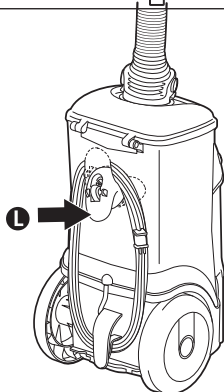

FIG. 7
- Step 5:** Rotate swivel cord hook **L** on bottom of canister to release cord (Fig. 7).
- Step 3:** Rotate swivel cord hook **L** on bottom of canister to release cord (Fig. 7).
Étape 5 : Faites tourner le crochet de cordon **L** situé sur la partie inférieure du traîneau pour libérer le cordon (Fig. 7).
Étape 3 : Faites tourner le crochet de cordon **L** situé sur la partie inférieure du traîneau pour libérer le cordon (Fig. 7).
Paso 5: Gire el gancho oscilante del cordón **L** de la parte inferior del recipiente para liberar el cordón (Fig. 7).
Paso 3: Gire el gancho oscilante del cordón **L** de la parte inferior del recipiente para liberar el cordón (Fig. 7).